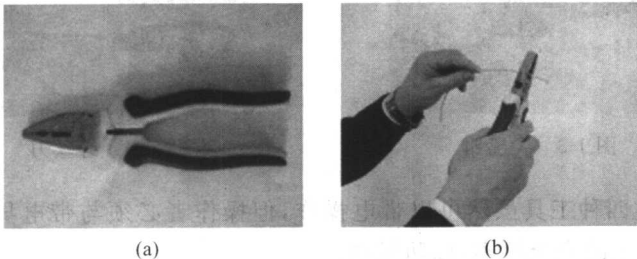

图 1-1 钢丝钳及其使用
(1) 钢丝钳,又叫克丝钳,如图 1-1(a)所示。其用途主要是用来剪断、弯曲金属线材或夹持、紧固、松开小型金属构件。带有绝缘柄的钢丝钳是一种低压基本安全用具。其耐压在 500 V,可以在低压系统带电情况下使用,使用方法如图 1-1(b)所示。